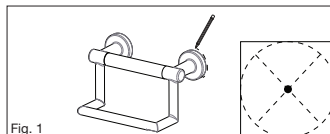

Fig. 1
- Use a pencil and mark the centers on each side of the product for the mounting locations. (Fig. 1)
- À l'aide d'un crayon, marquez le centre des emplacements de montage de chaque côté du produit. **(Fig. 1)**
4. Con un lápiz marque los centros de las posiciones de agujeros de montaje de un extremo. (Fig. 1)